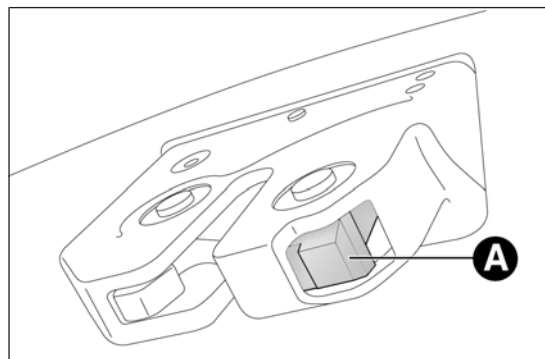

fig. 71
- ☐ premi sulla levetta A fig. 71.